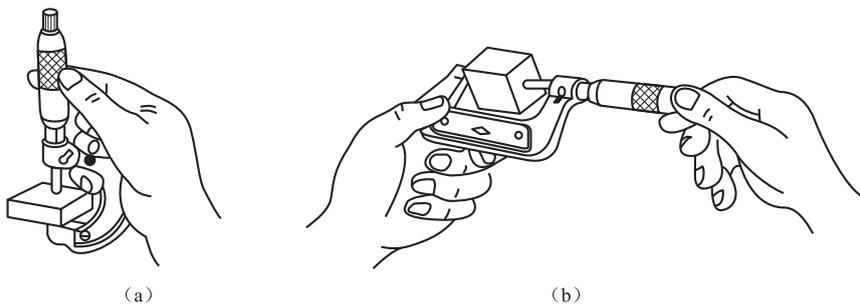

图 2-1-7 千分尺的使用方法
- (1) 测量前应检查零位的准确性。
- (2) 测量时，千分尺的测量面和工件的被测量表面应擦拭干净，以保证测量准确。
- (3) 千分尺可单手或双手握持对工件进行测量，如图 2-1-7 所示。单手测量时旋转力要适当，控制好测量力。双手测量时，先转动微分筒，当测量面刚接触工件表面时再改用棘轮。